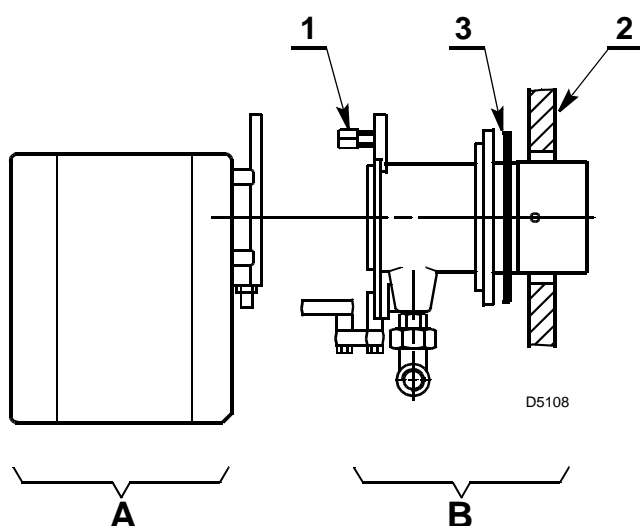

Fig. 6
- Separe el cabezal de combustión del resto del quemador quitando la tuerca (1) y extraiga el grupo **(A)** Fig. 6.
- Fije el grupo **(B)** Fig. 6 a la placa (2) de la caldera, interponiendo la junta aislante (3) suministrada de serie.